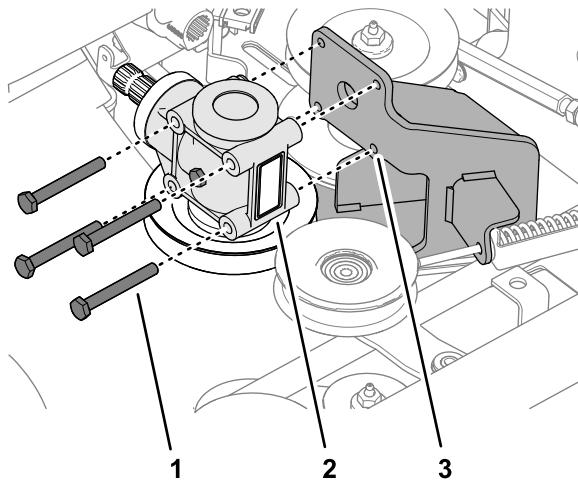

Figura 118
2. Rimuovete i 4 bulloni che fissano la scatola a ingranaggi del piatto di taglio al supporto della scatola (Figura 118).
1. Allineate i fori della scatola a ingranaggi del piatto di taglio con i fori del supporto della scatola; fate riferimento alla Figura 118 in Rimozione della scatola a ingranaggi \(pagina 79\).